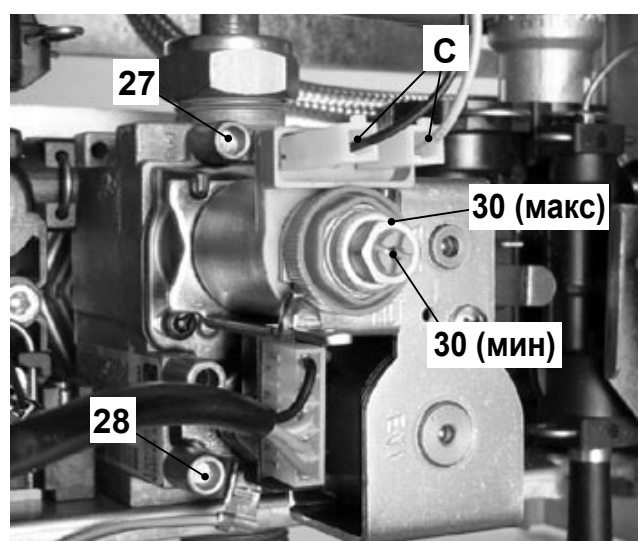

рис. 7.5
- При выключенном бойлере (не работающем) проверьте давление нагнетания, используя штуцер 28 в рис. 7.5 и сравните это значение со значениями, приведенными в таблице Давление газа питания в разделе «Технические данные» на стр. 18.
- Плотно закройте контрольный штуцер давления 28 в рис. 7.5.
- Откройте штуцера давления 27 в рис. 7.5 и подключите проверочный манометр.
Чтобы отрегулировать давление на горелке, вращайте латунную шестигранную гайку на модулирующем устройстве 30 (макс) в рис. 7.5 (по часовой стрелке давление увеличивается).
- Отсоедините один из двух проводов питания "С" модулирующего устройства 30. Следите за тем, чтобы он не касался металлической поверхности бойлера рис. 7.5
Чтобы отрегулировать давление на горелке, вращайте пластиковый винт (30 (мин) в рис. 7.5) удерживая большую шестигранную латунную гайку (30 макс в рис. 7.5) на модулирующем устройстве (по часовой стрелке давление увеличивается).
- Подсоедините провод питания "С" модулирующего устройства рис. 7.5
- Хорошо закройте контрольный штуцер 27 в рис. 7.5
рис. 7.5 и подключите проверочный манометр.